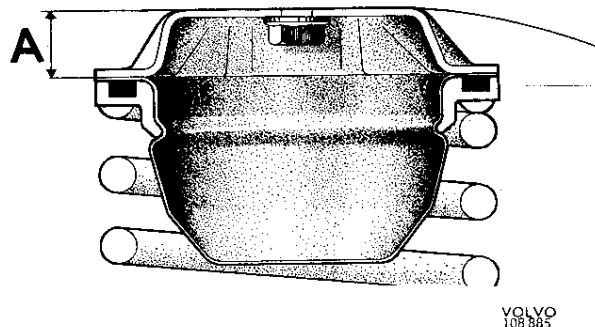
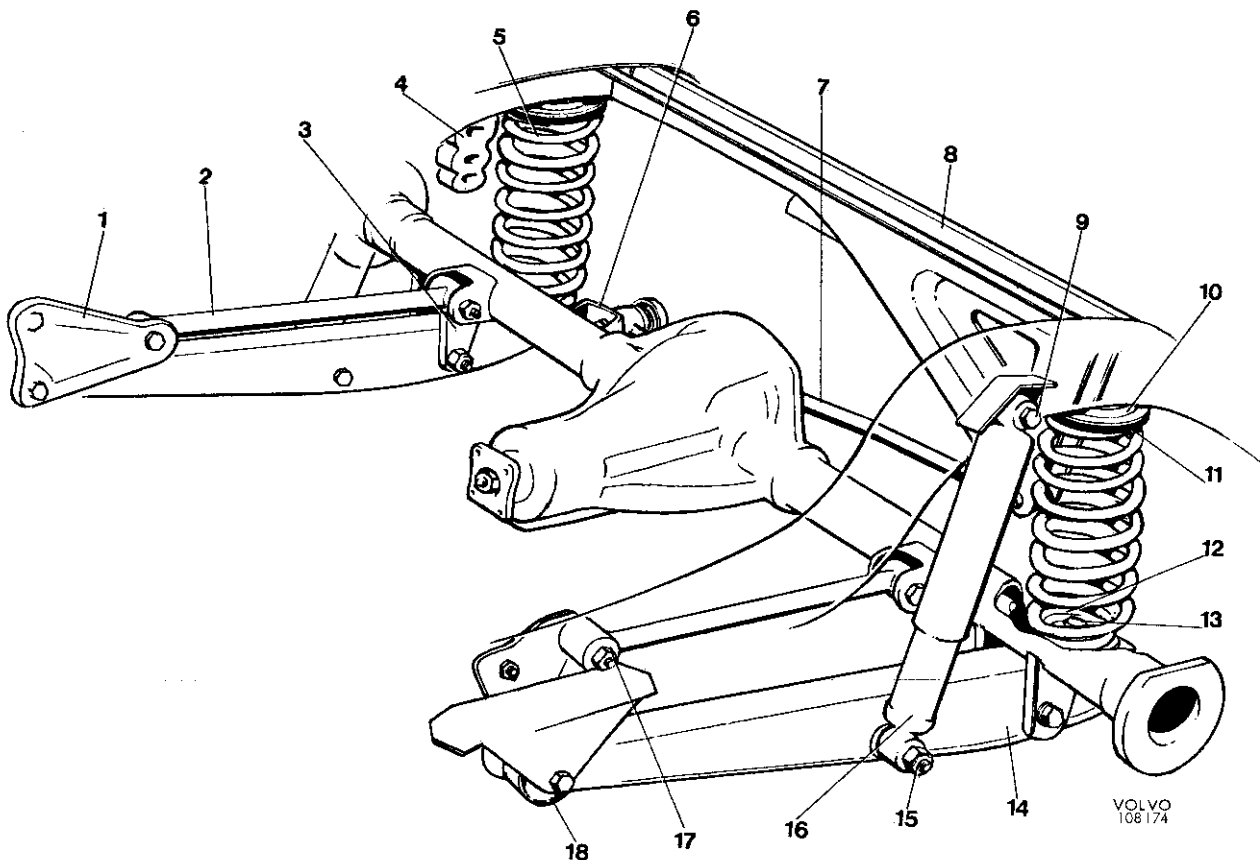

Abb. 3. Obere Federanschlagplatte für Hinterfeder (spät. Ausf.)
Abb. 7. Hinterachsaufhängung (spät. Ausf.)
Die Hinterfedern (5, Abb. 7) sind unten an den Längslenkern (14) hinter der Hinterachse festgeschraubt. Bez. der oberen Hinterfederbefestigung sind zwei Ausführungen zu unterscheiden: bis einschl. Bauj. 1973 sind die Hinterfedern oben direkt an den hinteren Längsträgern festgeschraubt, ab Bauj. 1974 stützen sie sich auf Federanschlagplatten ab (Abb. 3), die ihrerseits an den hinteren Längsträgern festgeschraubt sind. Bei
Um die Abfederung der Hinterachse progressiver zu machen, sind an den hinteren Längsträgern bei 142 und 144 Gummipuffer (4, Abb. 7) eingebaut. Bei 145 und einer zwischenzeitlichen Ausführung von 142/144 wurden diese Gummipuffer durch Gummihohlfedern ersetzt.
3. Obere Befestigungsschraube (9, Abb. 7) für den Stoßdämpfer entfernen. Wagenheber vor-
2. Wagenheber anheben und das untere Federende mit Planscheibe (12, Abb. 7) und Schraube (13) am Längslenker befestigen.
Die Hinterachse ist über zwei schwingend aufgehängte Längslenker (14, Abb. 7) an der Karosserie befestigt. Die Kräfte, die in der Längsrichtung des
3. Hintere Befestigungsschraube zwischen Längslenker und der Stütze (3, Abb. 7) am Hinterachsrohr entfernen. Vordere Befestigungsschraube heraus-schrauben und den Längslenker herunternehmen.